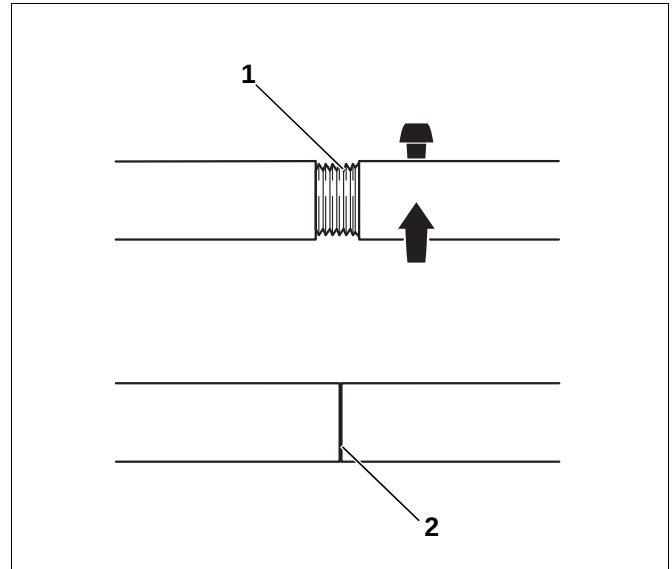

Abb. 20 Kesselpresswerkzeug 2.3
- Kontrollieren Sie vor jedem Gebrauch die Zugstangen und ziehen Sie sie ggf. nach. Wenn die Zugstange ganz eingedreht und kein Gewinde zu sehen ist, dann ist sie korrekt positioniert (Abb. 20, **Pos. 2**).
- Halten Sie das Gewinde (Abb. 20, **Pos. 1**) sauber. Verschmutzte Gewinde können während des Pressvorgangs das Presswerkzeug beschädigen.